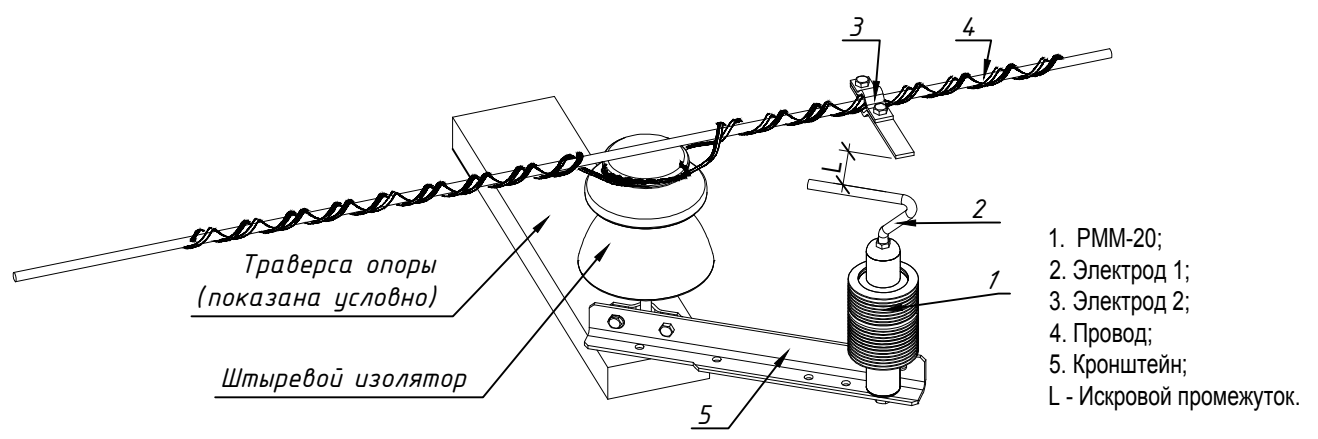

РИС.2 Общий вид установки РММ на промежуточной опоре со штыревыми изоляторами
3.7 Схематично конструкция установки РММ показана на примере промежуточной поры со штыревыми изоляторами типа ШФ (РИС.2)